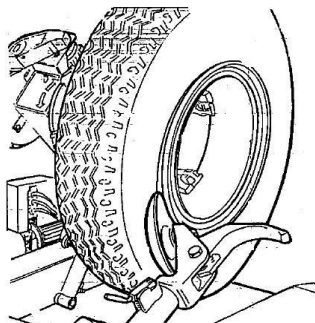

Fig. 7.19
- 7) Sätt på delningsringen på fälgen och montera sedan låsringen med hjälp av skivan enligt bild 7.19.
- 9) Placera låsringen på fälgen med hjälp av skivan enligt fig. 7.19.